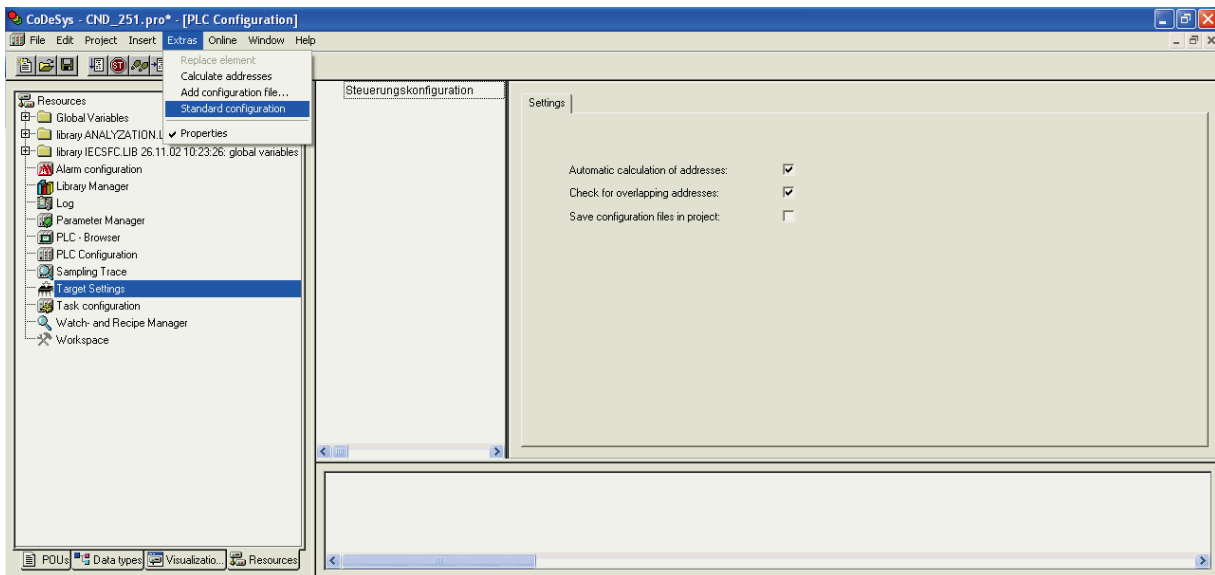

Рисунок 1.2 – Запуск стандартной Конфигурации
2. В работе пользователя при переходе от **Target file** иного производителя к **Target file** разработки ОВЕН в окне **PLC Configuration** возникает следующая ситуация: дерево Конфигурации отсутствует. Для создания стандартной Конфигурации пользователь вызывает в главном меню среды разработки опцию **Extras|Standard Configuration** (см. рисунок 1.2.), в результате чего появляется экранная форма, аналогичная представленной на рисунке 1.1.